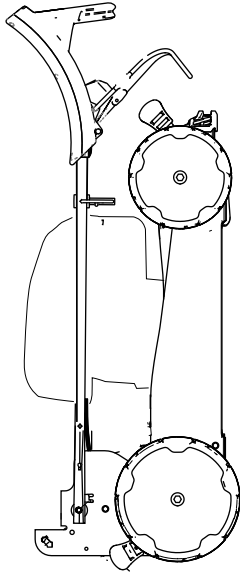

Figure 26
5. Levez l'avant de la machine par le guidon et amenez-la dans un lieu de remisage (Figure 26).